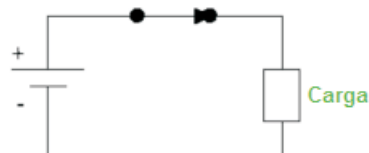

Figura 4
2. **Contato Normalmente Fechado (NF):** há passagem de corrente elétrica na posição de repouso, como pode ser observado na figura 4. Destá forma a carga estará acionada.